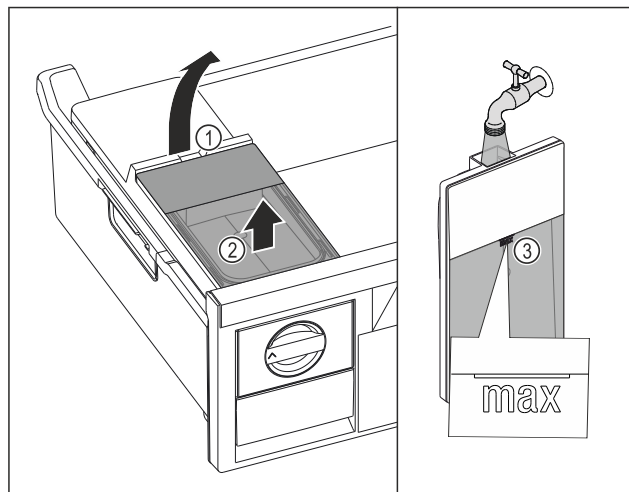

Fig. 71
- Zvedněte nádržku na vodu za vybrání Fig. 71 (1).
- Vyjměte nádržku na vodu nahoru Fig. 71 (2)
- Naplňte nádržku na vodu pitnou vodou až po značku Fig. 71 (3).